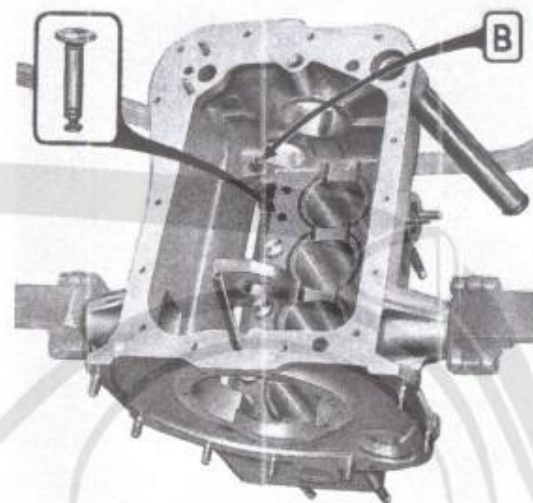

Fig. 20.
- Sfilare le punterie dalla loro sede del gruppo cilindri (fig. 20).
Le punterie sono inflate direttamente negli appositi fori del gruppo cilindri (fig. 20). Fra il diametro esterno delle punterie e quello dei fori di guida il giuoco ammissibile è di circa mm 0,15; se supera tale limite occorrerà montare una nuova punteria maggiorata.